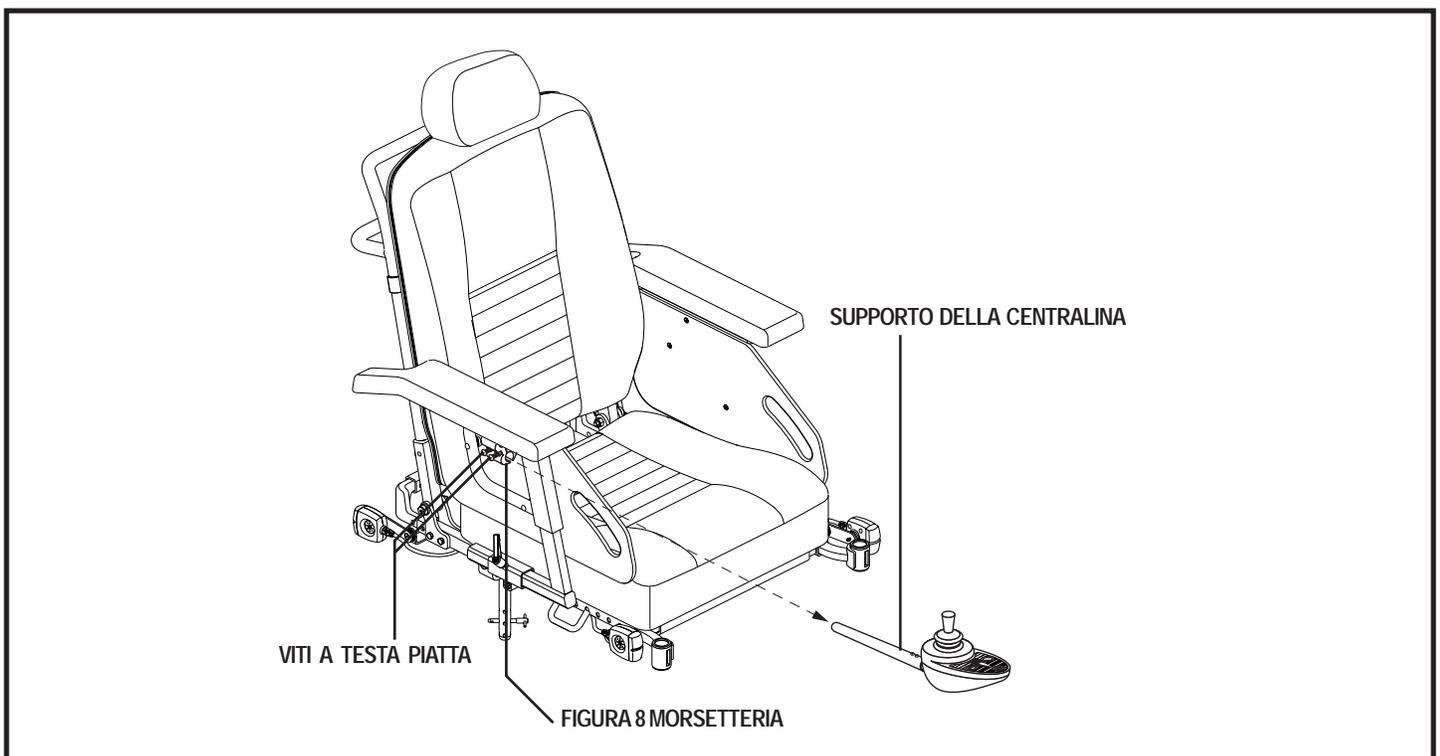

Figura 20. Posizione della centralina
4. Allentare le viti a testa piatta nella morsetteria della figura 8, ubicate sul bracciolo. Vedere figura 20.